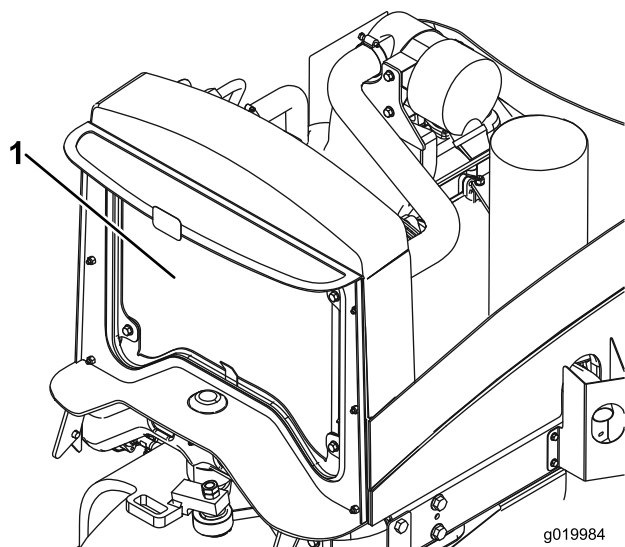

Рисунок 61
2. Тщательно очистите сжатым воздухом обе стороны радиатора (маслоохладителя) (Рисунок 61).